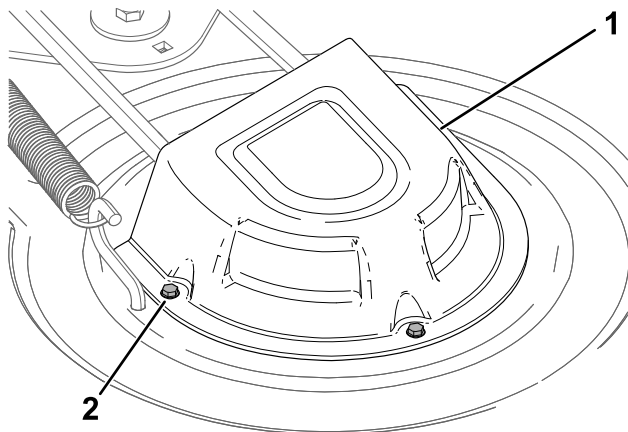

Bild 55
4. Lösen Sie die Schrauben und entfernen Sie die Abdeckungen der Riemenscheibe (Bild 55).